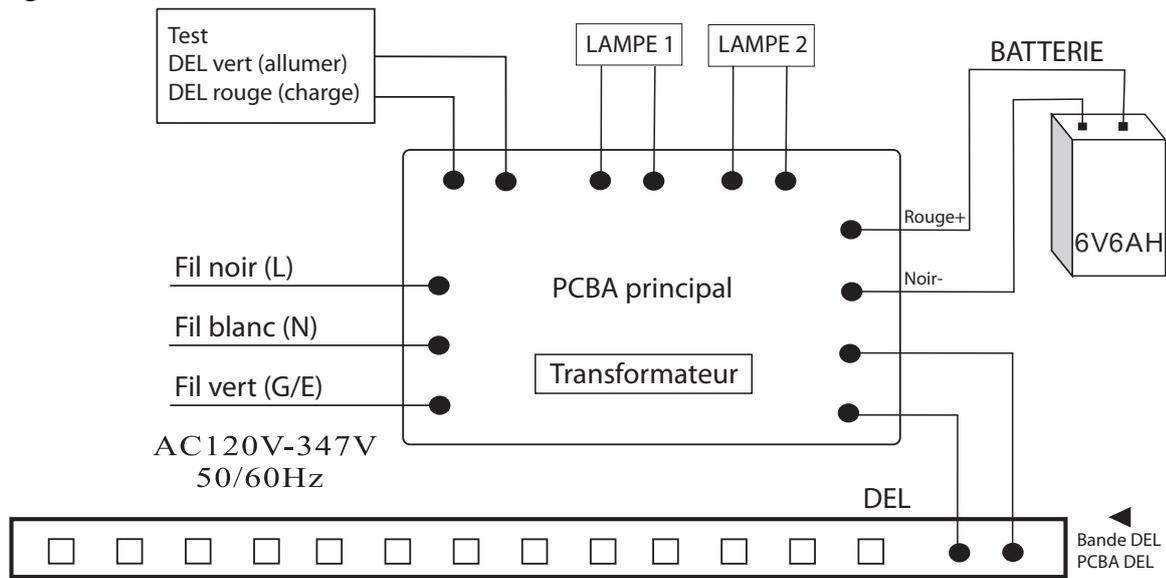

Fig.4
- 5.1.6. Effectuer les connexions électriques correctes entre l'alimentation CA et le transformateur de l'appareil : Blanc, ligne noire 120-347 V ; Vert : ligne de terre ; Jaune : positif (+ de 6 V à 24 V CC ; Violet : négatif (-) (Fig. 4).
La batterie peut ne pas être connectée en polarité inversée. Vérifier les connexions. Connecter le câble positif à la borne positive de la batterie et le câble négatif à la borne négative de la batterie. Les voyants devraient alors s'éteindre et le voyant de charge devrait s'allumer lorsque l'alimentation secteur est appliquée (Fig. 4).